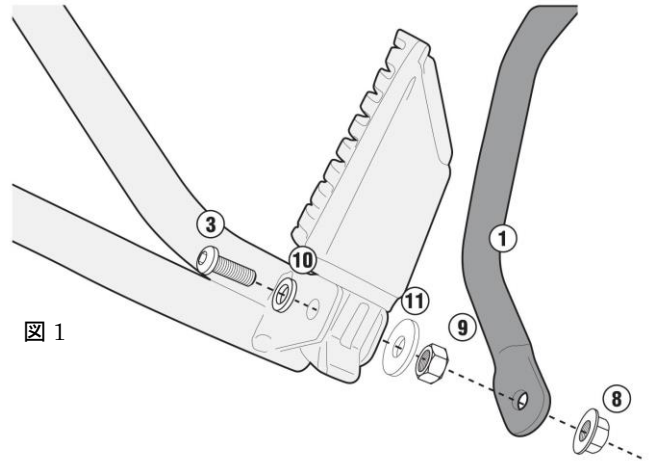

図1
さい。(図1)
タンデムステップ側は、図1を参照し⑧ナイロンナ